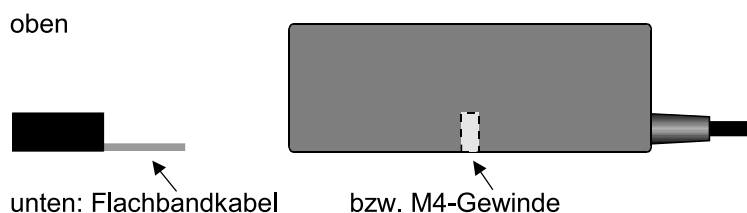

Bild 9: Orientierung der Rührantriebe MINI (links) und MICRO (rechts)
Beachten Sie beim MINI und MICRO die richtige Orientierung des Rührantriebs (2) (Bild 9).